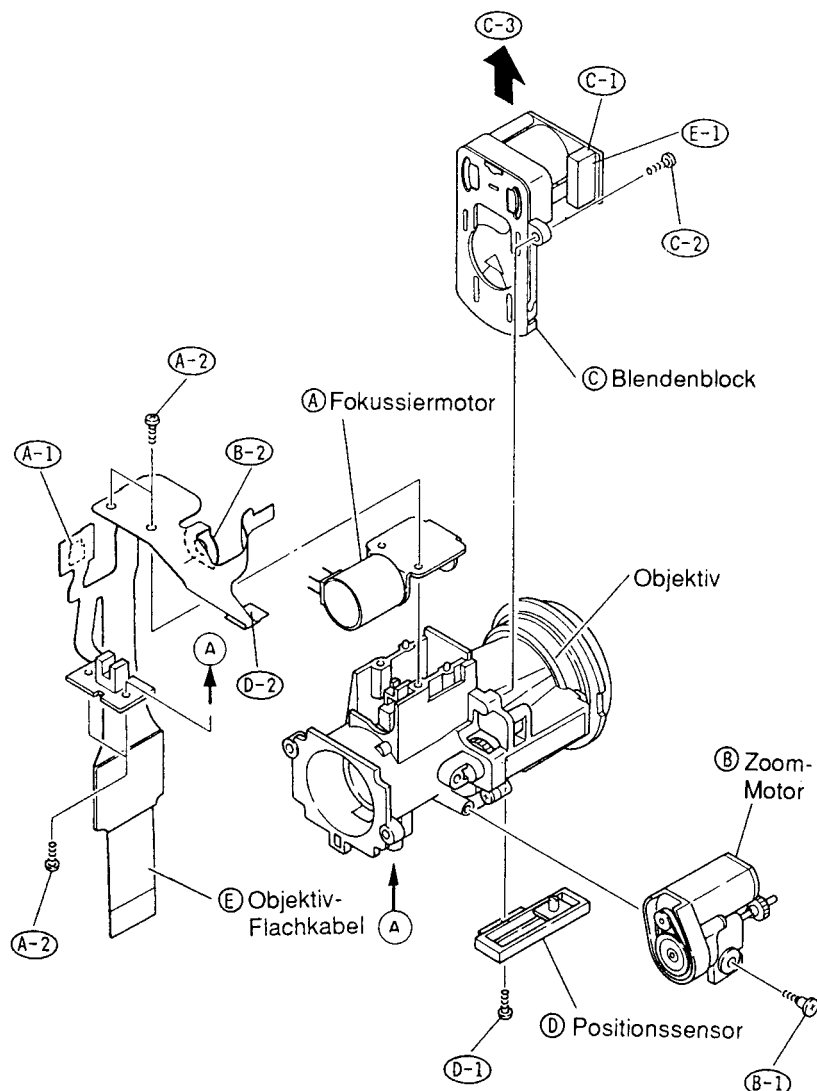

Abb. 3-8
A. Fokussiermotor (Abb. 3-8)
- 1) Vier (4) Punkte ablöten.
- 2) Zwei (2) Schrauben entfernen.
B. Zoom-Motor (Abb. 3-8)
- 1) Eine (1) Schraube entfernen.
- 2) Zwei (2) Punkte ablöten.
C. Blendenblock (Abb. 3-8)
- 1) Ein (1) Flachkabel abtrennen.
- 2) Eine (1) Schraube entfernen.
D. Positionssensor (Abb. 3-8)
E. Objektiv-Flachkabel (Abb. 3-8)